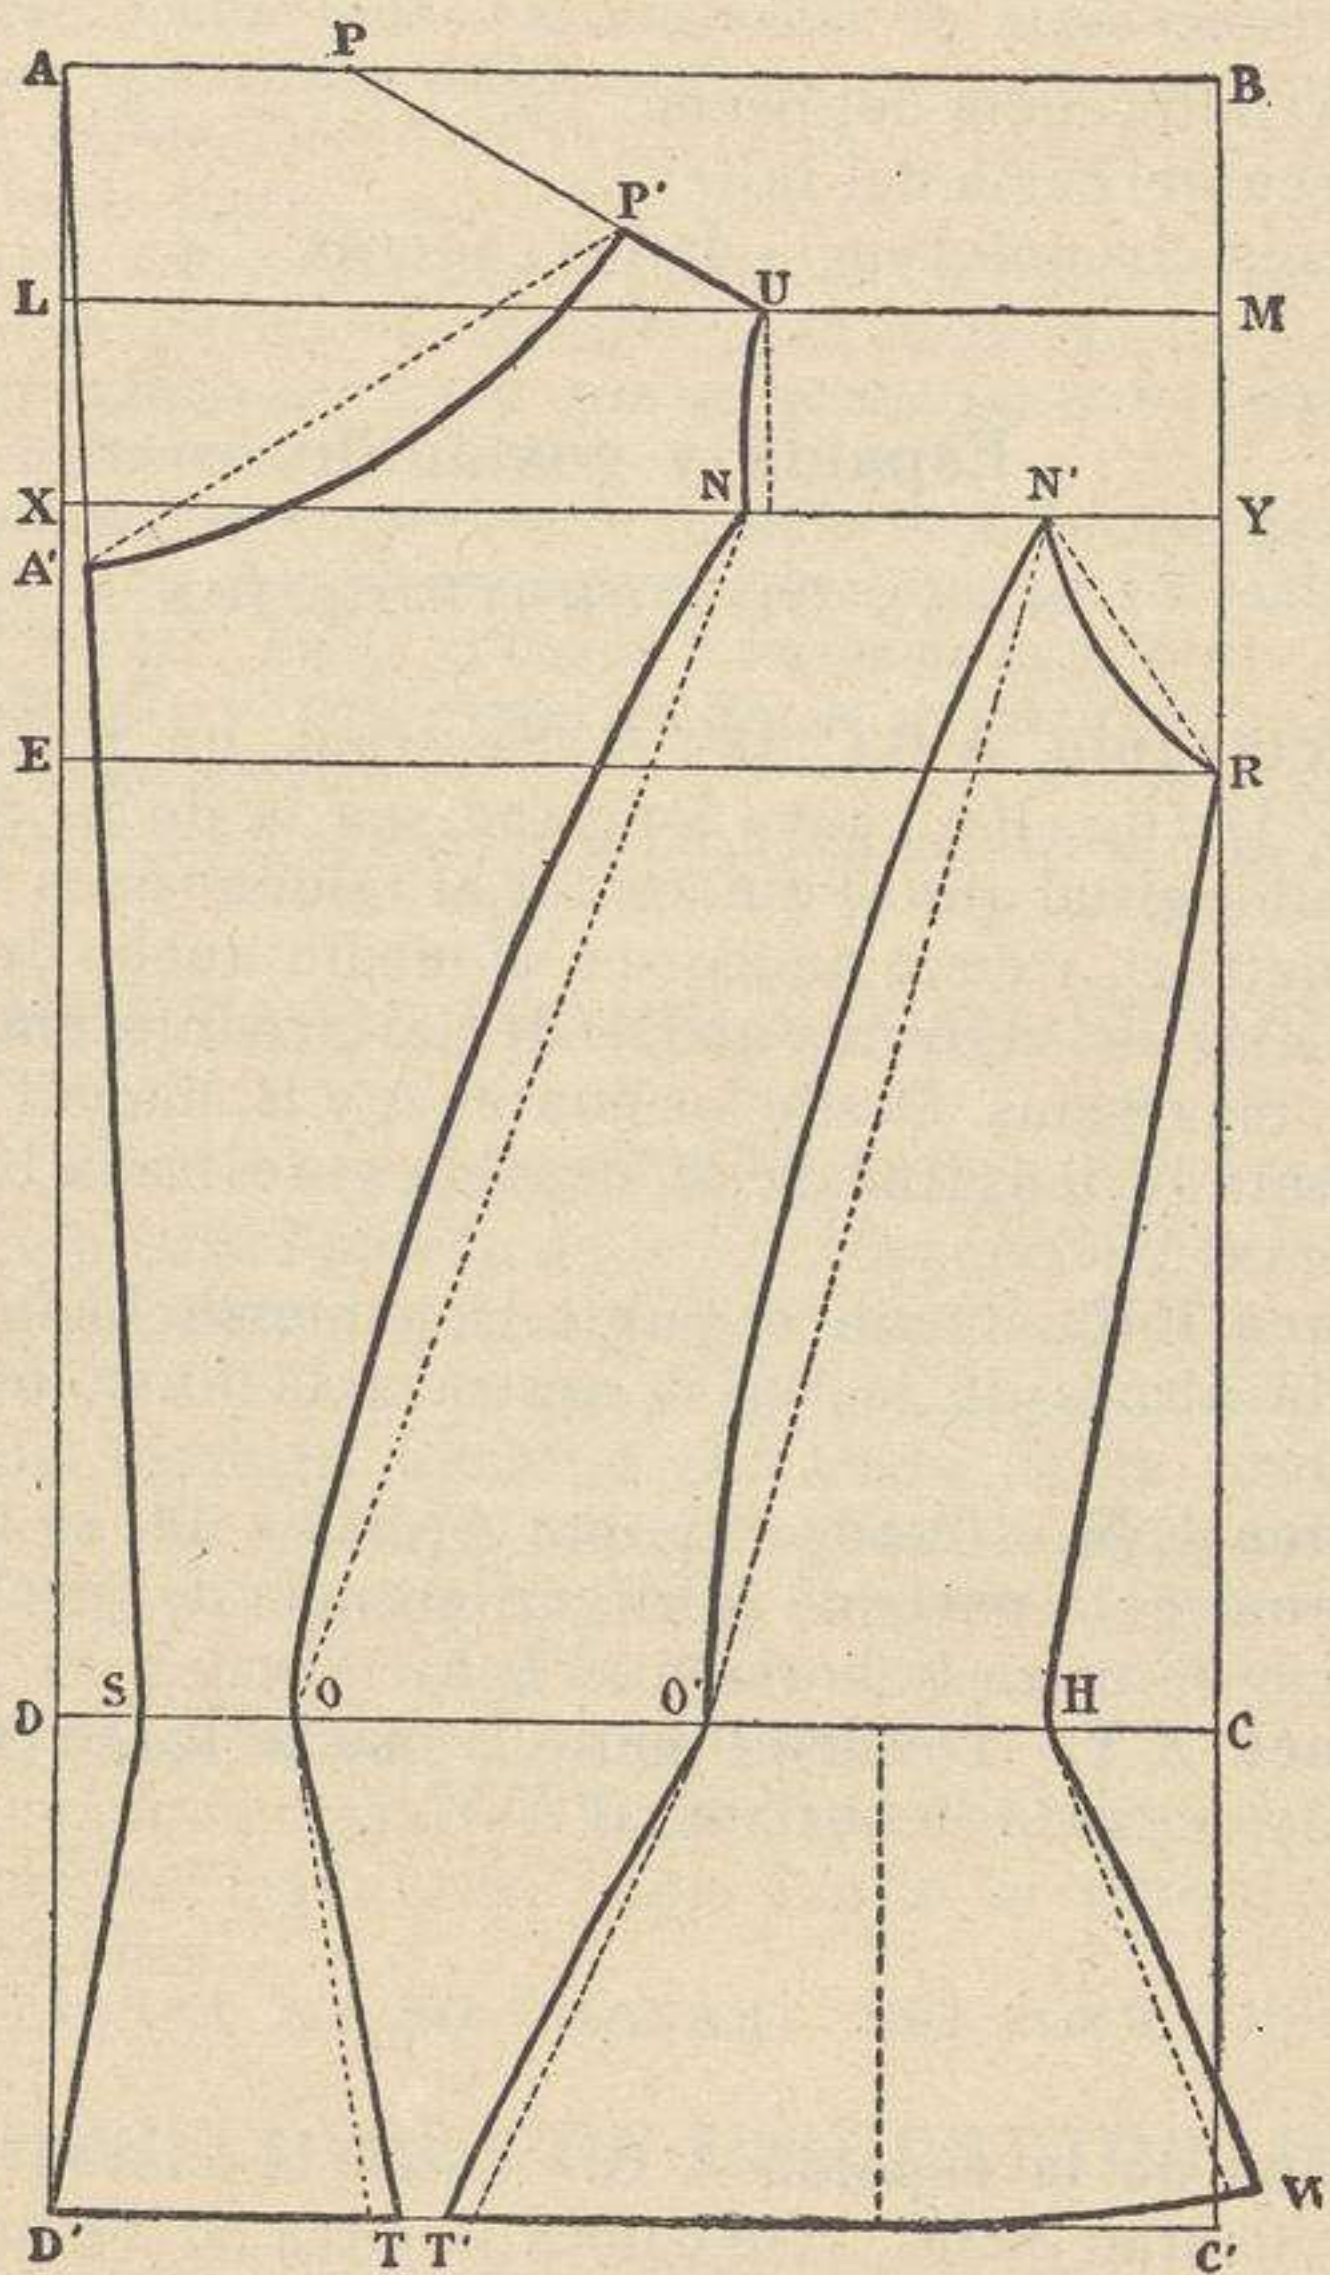

Fig. 106 ( $\frac{1}{5}$  del tamaño real).—Espalda y costadillo del cubrecorsé.
**Rectángulo A B C' D'.** — Se traza un rectángulo A B C' D' (fig. 106), cuya longitud sea la de la espalda más la longitud que se quiera dar al faldón (unos 10 á 12 centímetros), y cuyo ancho sea el medio ancho de la espalda más la vigésima parte de la circunferencia del pecho, más 8 cms. Desde los puntos A y B, hacia D' y C', se cuenta la longitud de la espalda y se traza la línea horizontal D C.